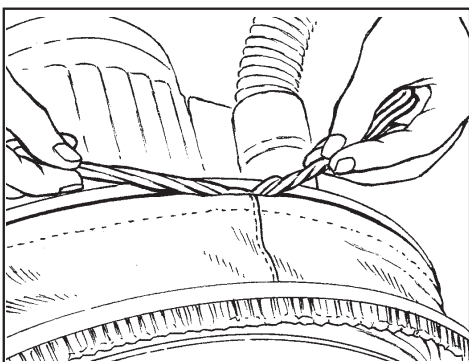
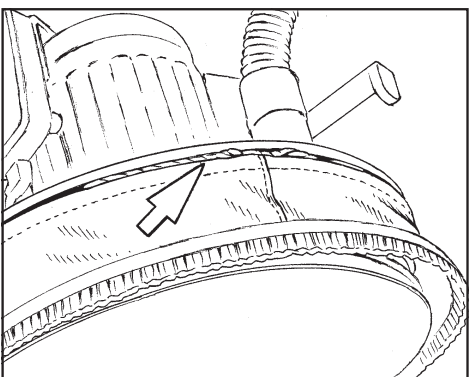

Figura 7
Figura 8
1. Envuelva la falda alrededor del parachoques de manera que la cadena de arrastre pueda ser insertada en el hueco del parachoques. Vea la figura 7.
4. Enrosque los extremos de la cadena (vea la figura 7) e insértelos en el hueco del parachoques tal como se exhibe en la figura 8.